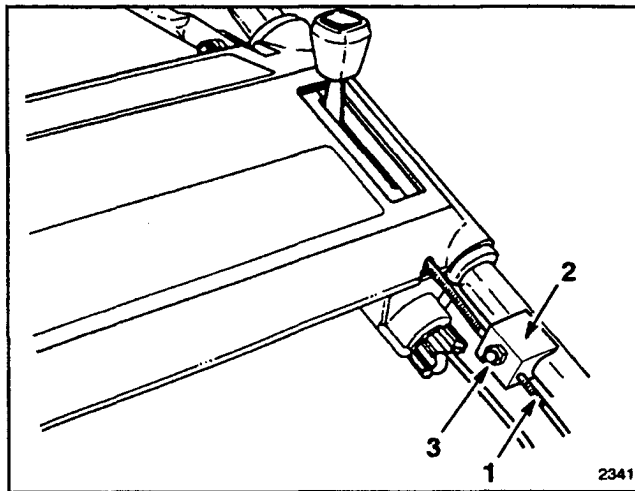

Abbildung 19
3. KABEL EINSTELLEN (Abb. 19)—Die Mutter am Kabelhalterbügel lösen. Einen 1/8" starken Gegenstand zwischen Brems-Kontrollbügel und Griff stecken. Den Kabelschlauch nach unten ziehen, bis das Spiel vollständig aus dem Draht beseitigt ist. Dann die Mutter am Kabelhalterbügel anziehen.